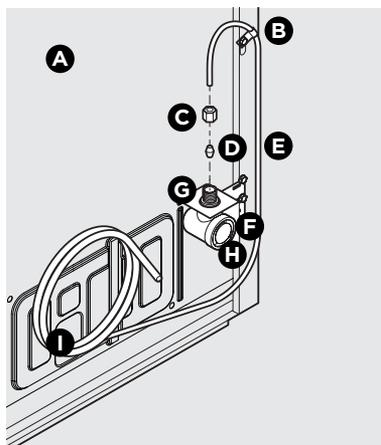
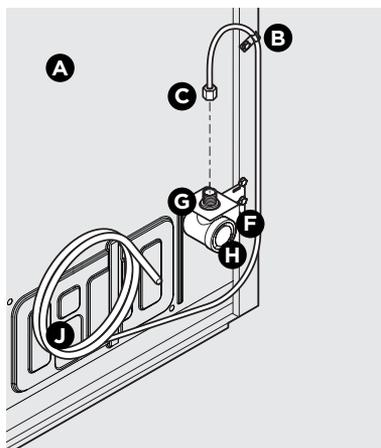

Figure 1
Figure 2
4. Si vous utilisez un **tuyau en cuivre** : faites glisser l'écrou de compression en laiton, puis placez la bague (raccord) sur la conduite d'alimentation en eau. Poussez le tuyau d'alimentation en eau dans l'entrée de la vanne d'alimentation en eau aussi loin que possible (6,4 mm/¼ po). Faites glisser la bague (raccord) dans l'entrée de la vanne et serrez à la main l'écrou de compression sur la vanne. Serrez un autre demi-tour avec une clé. NE PAS trop serrer. Consultez la figure 1.
Si vous utilisez un **tuyau flexible tressé en acier inoxydable**, l'écrou est déjà assemblé sur le tuyau. Faites glisser l'écrou sur l'entrée de la vanne et serrez l'écrou à la main sur la vanne. Serrez un autre demi-tour avec une clé. NE PAS trop serrer. Consultez la figure 2.
B	Pince en acier (fig. 1 : 6,4 mm [1/4po]; Fig. 2 : 12,7 mm [½ po])